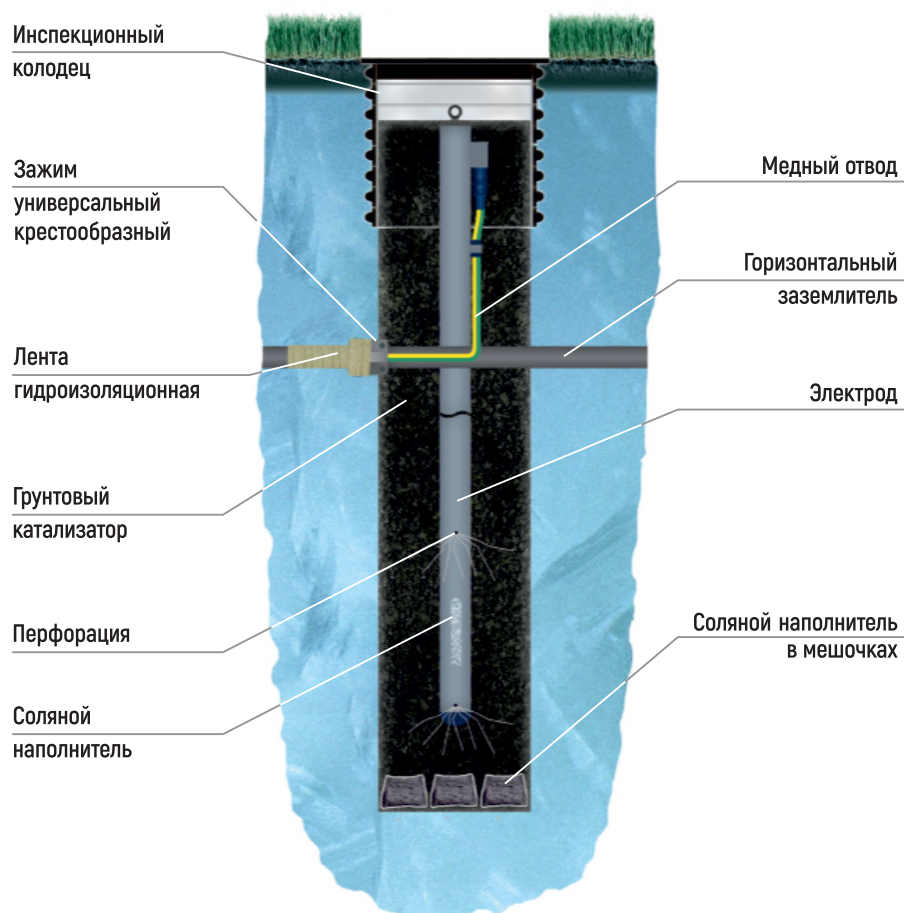
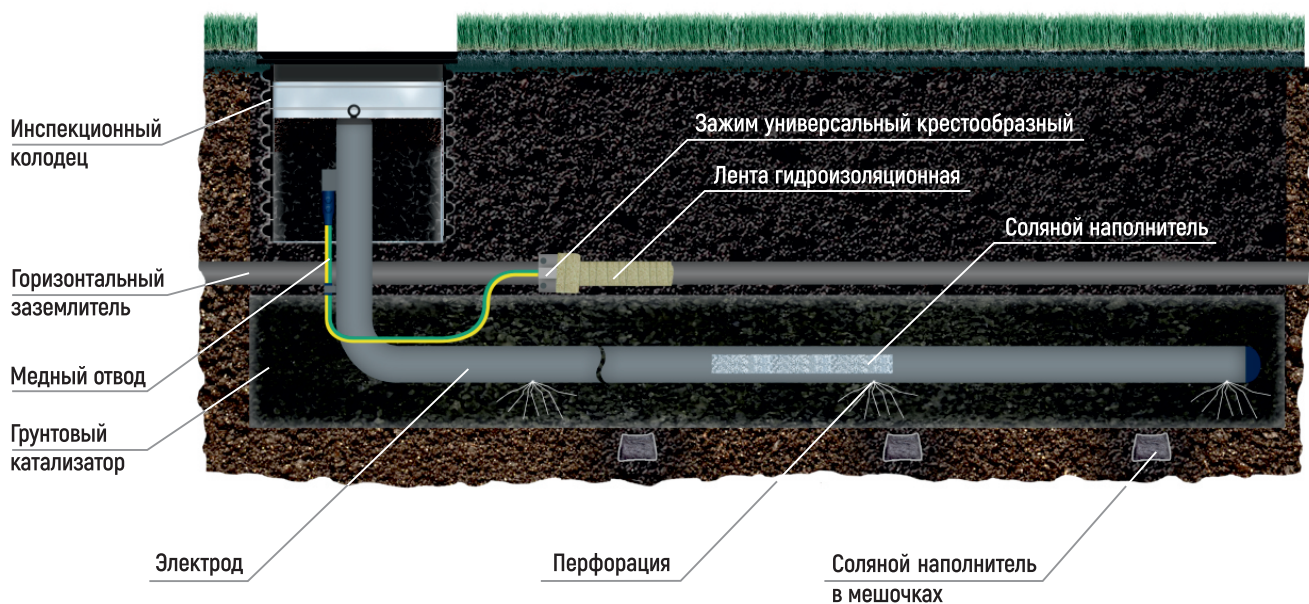

Рис. 1. Активный соляной электрод «УДАВ» (вертикальное исполнение)
Рис. 2. Активный соляной электрод «УДАВ» (горизонтальное исполнение)
- исполнение: вертикальное (рис. 1) / горизонтальное (рис. 2);